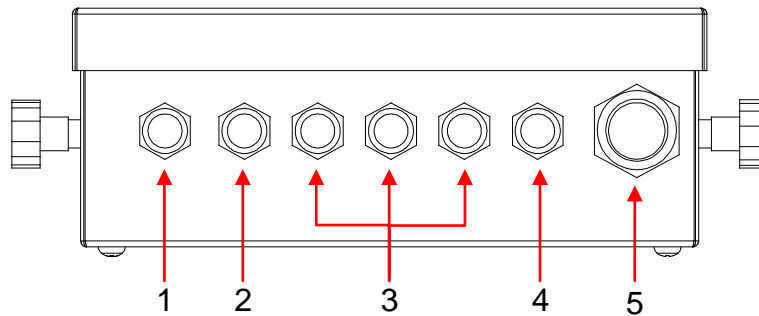
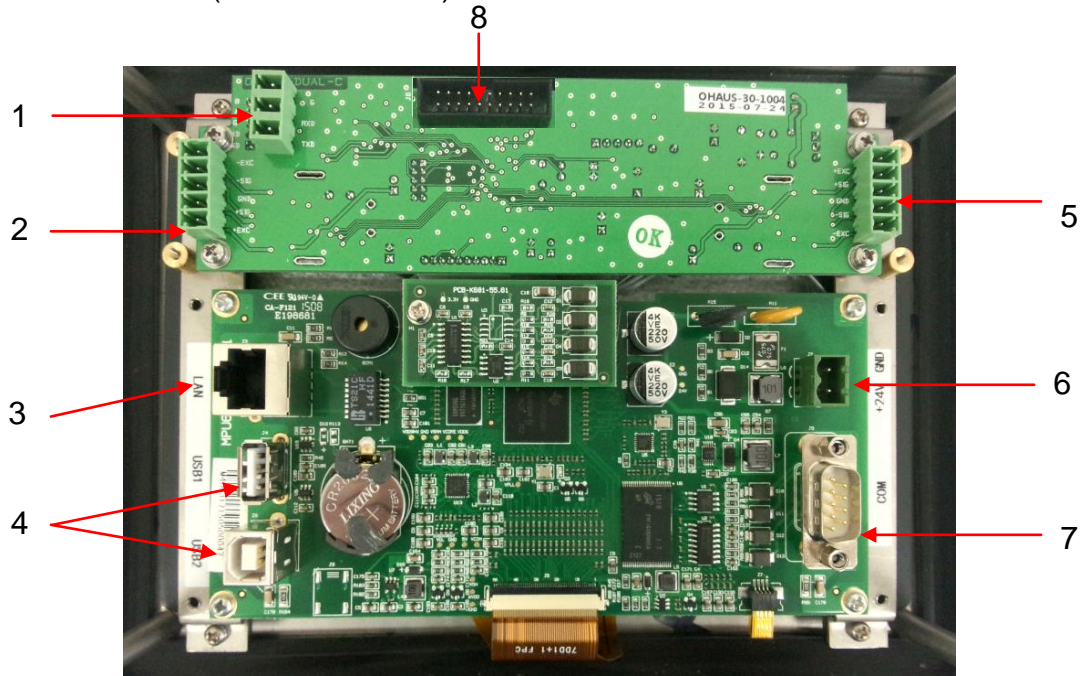

Figure 2-4 T81XWZH 称重仪表
Figure 2-5 仪表内部接口
将电源适配器一端线束穿过电源线束孔 (Figure 2-4, item1), 然后线束与附件袋里面的电源端子 (注意正负极) 接好, 最后连接到电子称重仪表的电源插口上(Figure 2-5, item 5)。
将传感器线束穿入传感器线束孔 (Figure 2-4, item 2 或 4), 然后将线束连接到传感器接线端子 (Figure 2-5, item 2 或 5)。重新旋紧传感器线束孔尼龙接头以保持密封。
将相关线束穿入 仪表端 线束孔 (Figure 2-4, item 5), 然后将线束连接到接线端子(Figure 2-5, item 1,4,3), 重新旋紧线束孔尼龙接头以保持密封。